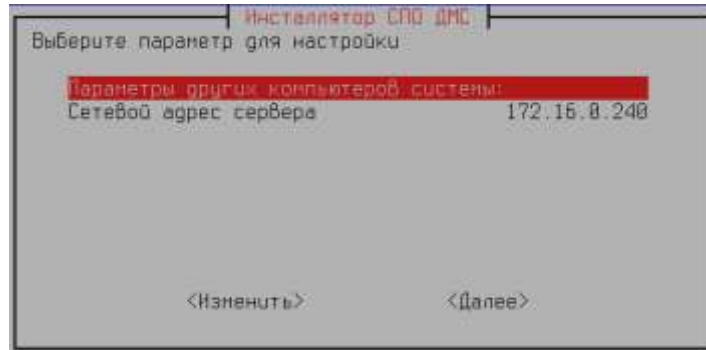

Рисунок 16— Установка IP-адреса сервера баз данных
1) Если сервер оборудования (вычислитель) или АРМ-О не конфигурируется с функцией сервера баз данных, а также при установке СПО дополнительного АРМ-О, необходимо указать IP-адрес сервера баз данных (Рисунок 16):